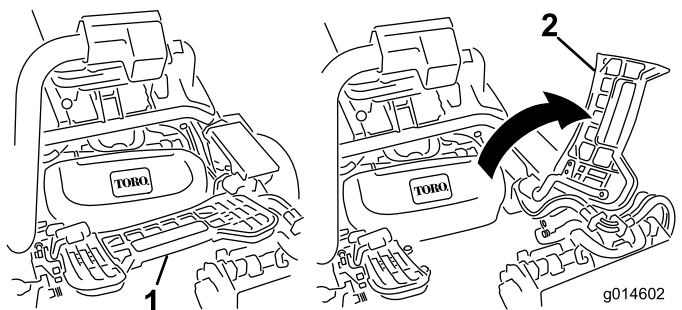

Figura 42
1. Levante o apoio de pé e incline-o para aberto, permitindo o acesso à posição da unidade de corte central (Figura 42).